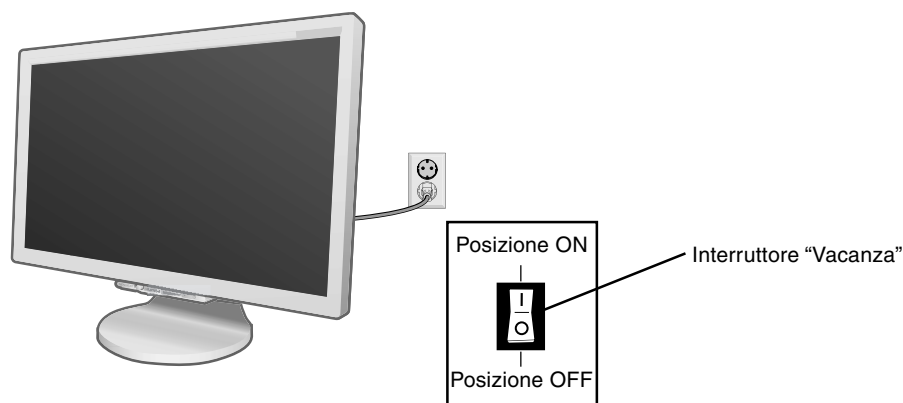

Figura D.1
10. Collegare il cavo di alimentazione alla presa di alimentazione (**figura D.1**).
11. L'interruttore “Vacanza” sul retro del monitor deve essere acceso (**figura D.1**). Accendere il monitor con il Pulsante di alimentazione, posto sulla parte anteriore, e il computer.